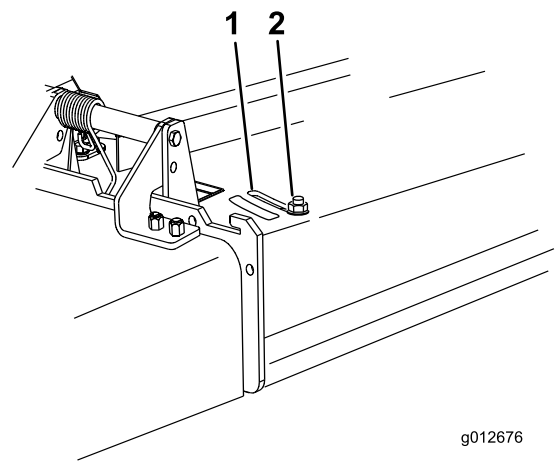

Figure 17
- Pour régler le déflecteur, desserrez l'écrou (Figure 17).